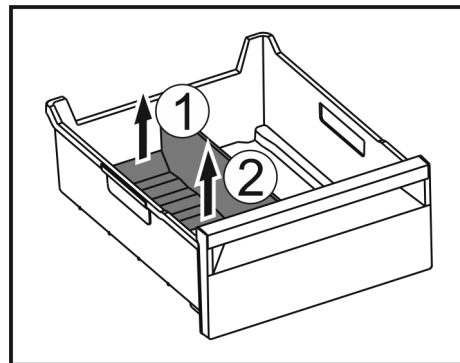

Fig. 184
- Sollevare la parte posteriore del divisore dello scomparto del ghiaccio. Fig. 184 (1)
- Rimuovere il divisore dello scomparto del ghiaccio verso l'alto. Fig. 184 (2)